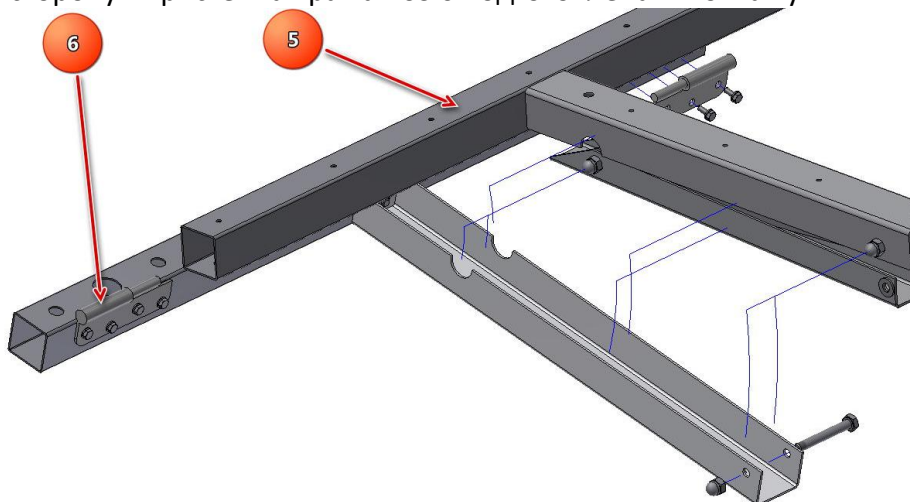

Рис.3
4. Приподнимите поворотную раму поз.5 вместе с ножкой и снимите ее с левой петли пристенной рамы поз.6 Рис.3, смещая поворотную раму вправо, а затем отложите ее в сторону. Пристенная рама поз.6 подготовлена к монтажу.